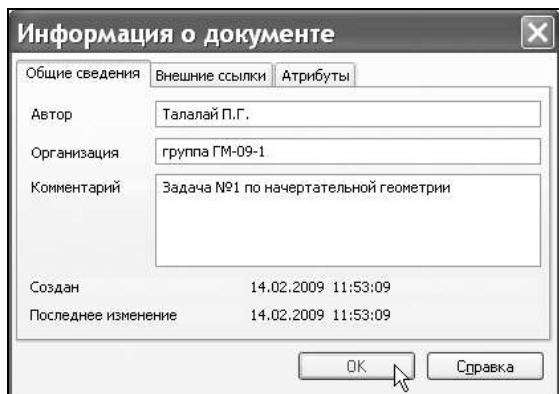

Рис. 2.10. Диалоговое окно **Информация о документе**
- В появившемся окне **Информация о документе** (рис. 2.10) заполните текстовые поля **Автор**, **Организация** и **Комментарий**. Заполнение этих полей не обязательно, можно просто нажать кнопку **ОК**.